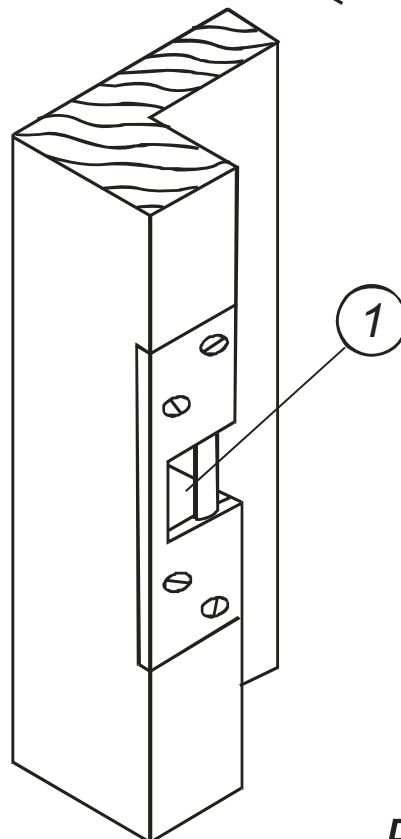

Рис. 20
6.2.7. Установите узкую запорную планку (рис.1, позиция 5) в соответствии с рис. 18, 20, предварительно выбрав в дереве место для захода ригеля (рис. 20, позиция 1).